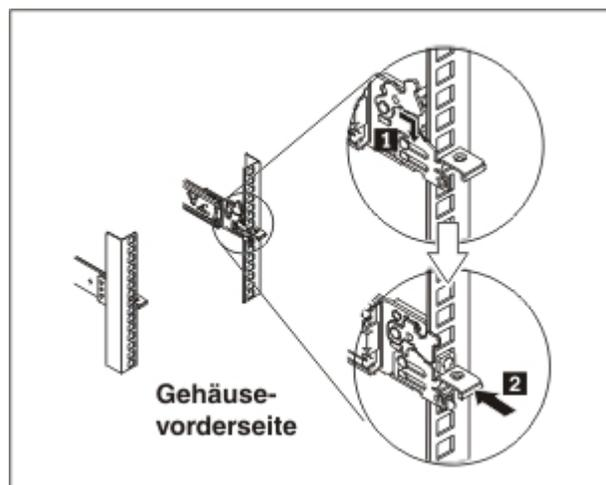

Abbildung 8. Vorderes Ende der Schienen montieren
3. Setzen Sie das vordere Ende der Schienen wie in Abb. 8 gezeigt ein.